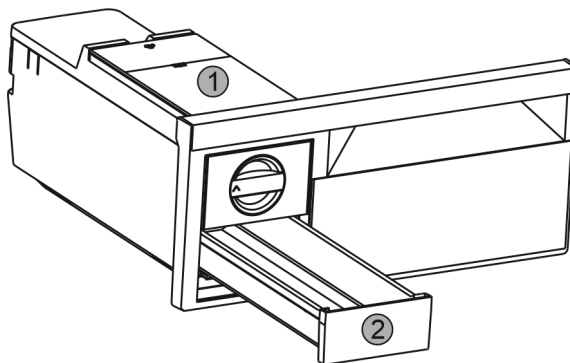

Fig. 35
- ▶ Vyměňte nádržku na vodu Fig. 35 (1) a zásuvku na kostky ledu Fig. 35 (2).